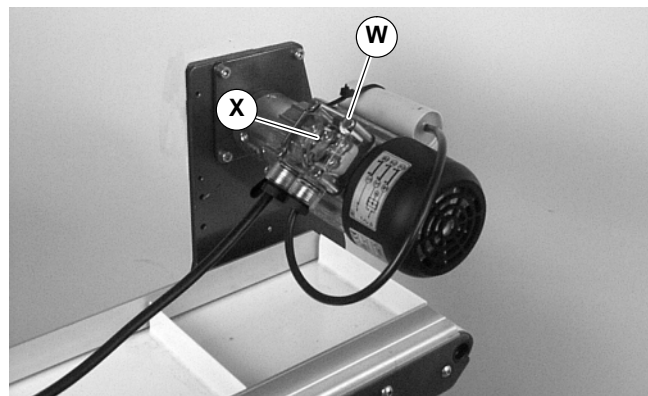

Abbildung 14
- a. Die Schrauben an dem Klemmenkasten (W siehe Abbildung 14) entfernen und Abdeckung (X) abnehmen.